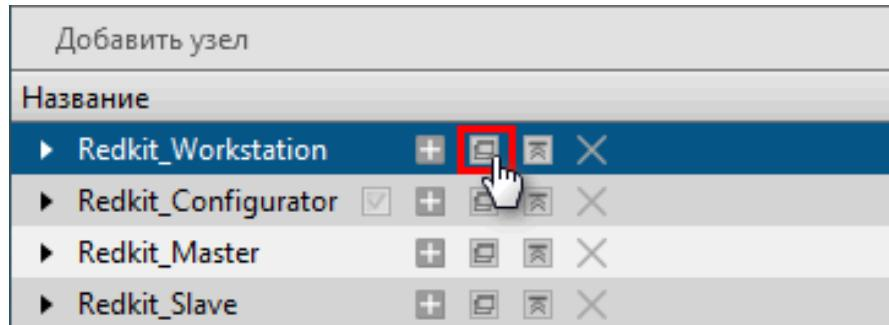

Рисунок 50 - Клонировать узел
1. У узла *Redkit_Workstation* нажмите на кнопку **Клонировать узел** (Copy node button) (Рисунок 50). Будет создан узел *Redkit_Workstation_clone*.